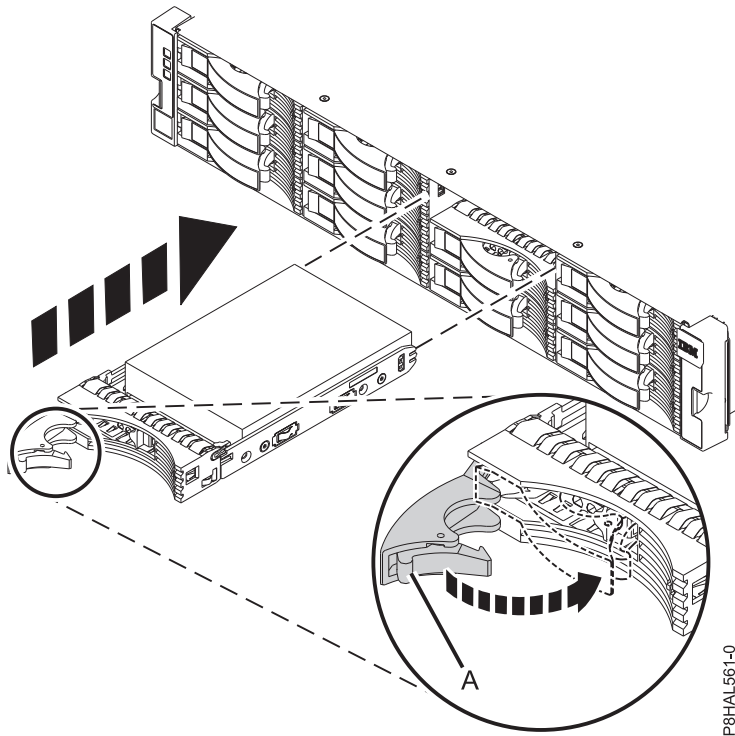
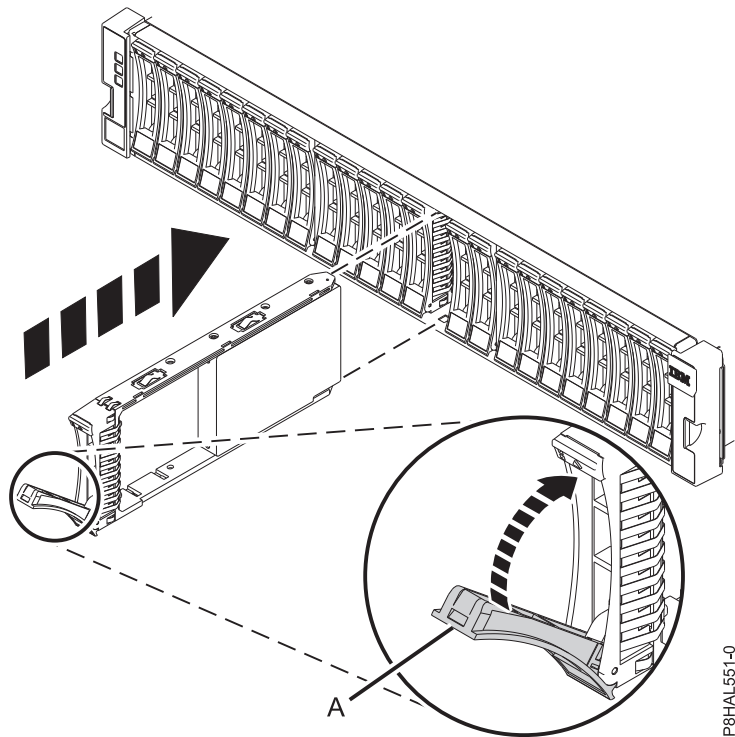

Abbildung 10. Plattenlaufwerk in der ESLL-Speichereinheit installieren
Abbildung 11. Plattenlaufwerk in der ESLS-Speichereinheit installieren
3. Halten Sie die Unterseite des Plattenlaufwerks fest und richten Sie sie an den Führungsschienen im Plattenlaufwerkgehäuse aus. Dabei muss der Griff entriegelt sein. Siehe Abb. 10 auf Seite 11 oder Abb. 11 auf Seite 11